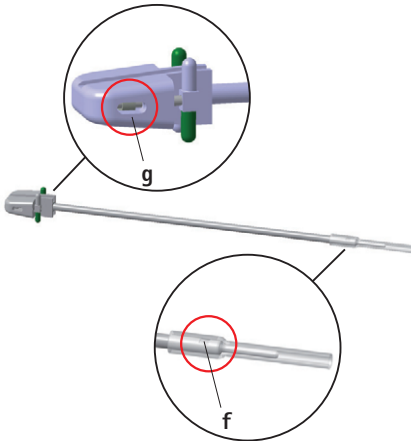

Fig. 4
- ▶ Ajustați opritorul de siguranță în poziția centrală g, vezi Fig. 4.